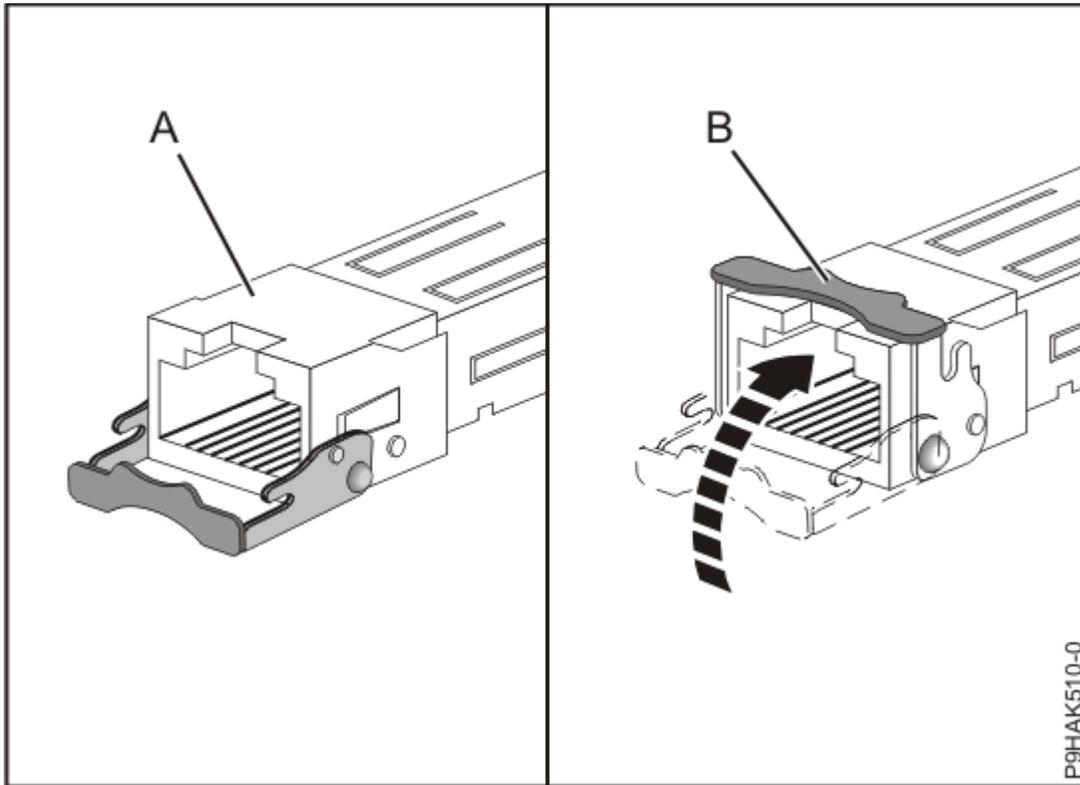

Abbildung 40. SFP-Transceiver im Adapter austauschen
- c) Drücken Sie bei geöffneter Verriegelung **(A)** auf die Verriegelung, indem Sie sie zur Karte hin nach oben drehen, wie in Abbildung 40 auf Seite 59 dargestellt.